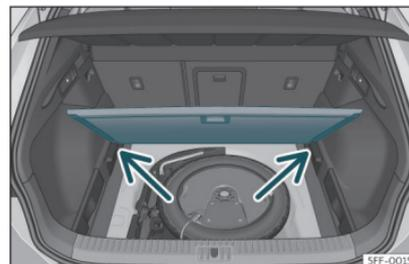

Fig. 110 Plancher de coffre à bagages modulable : position inclinée.
- Appuyez le plancher contre les logements prévus à cet effet»» fig. 110 (flèches).